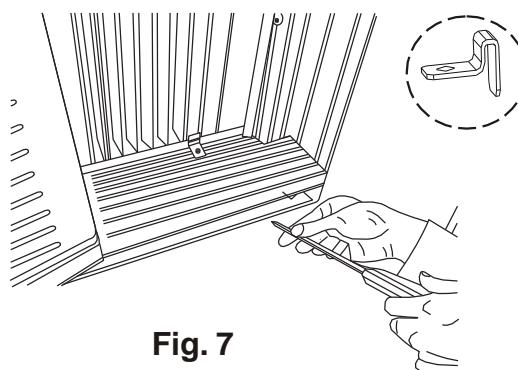

Fig. 7
- A. Placez le blocage-cadre entre les rallonges d'encadrement et l'appui de fenêtre, tel qu'illustré (figure 7). Fixez le blocage-cadre sur l'appui de la fenêtre à l'aide des vis de blocage de $\frac{3}{8}$ po (19 mm) ou $\frac{1}{2}$ po (12,7 mm). **REMARQUE :** Pour éviter de fendre l'appui de la fenêtre, percez d'abord des trous de $\frac{1}{8}$ po (3 mm) avant de mettre les vis en place.